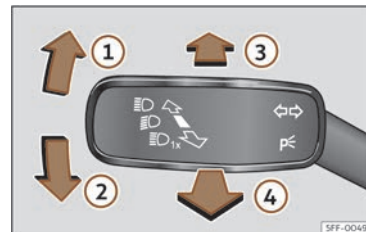

Fig. 79 Palanca de intermitentes y de luz de carretera (según versiones).
- Desde la posición base, pulse hacia delante la palanca de los intermitentes y luz de carretera >>> **fig. 79 (3)**.
- **O BIEN:** si el asistente de luz de carretera está conectado, tire hacia atrás de la palanca de los intermitentes y de luz de carretera >>> **fig. 79 (4)**.